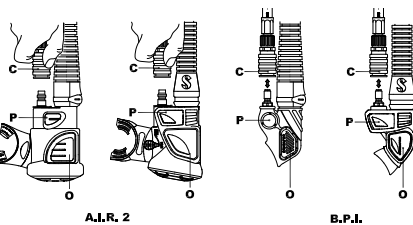

bild 6
Fäst snabbortkopplingsanordningen (bild 6 - C) så här:
Blås upp dykvästen genom att trycka på inflatorventilknappen (bild 6-P). Dykvästen ska nu fyllas med luft. Du får bättre kontroll under uppblåsningen om du använder korta luftströmmar genom att trycka och släppa upp PIV-knappen.
2. Fortsätt utandningen, samtidigt som du trycker ner knappen för muninflatorventilen (bild 6 - O).